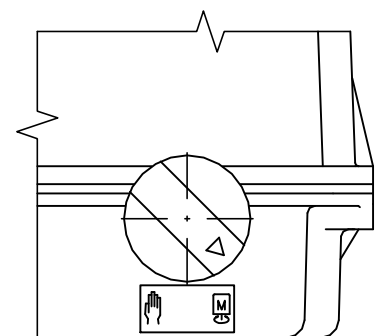

Рис.10
- Кнопкой ручного управления вращаем вправо о о 90° (Рис.10 - Δ на кнопке совпадает со символом руки), тем разомкнем передачу прибора. У однооборотных ЭП в надо держать рычаг, чтоб устройство при нагрузке не наткнулось на концевое положение.